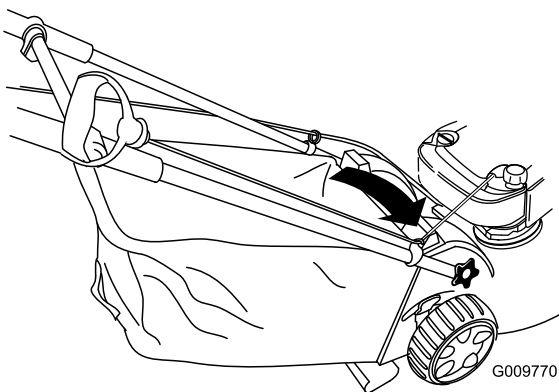

Bild 28
1. Verlegen Sie das Starterkabel um die untere Kabelführung (Bild 28).